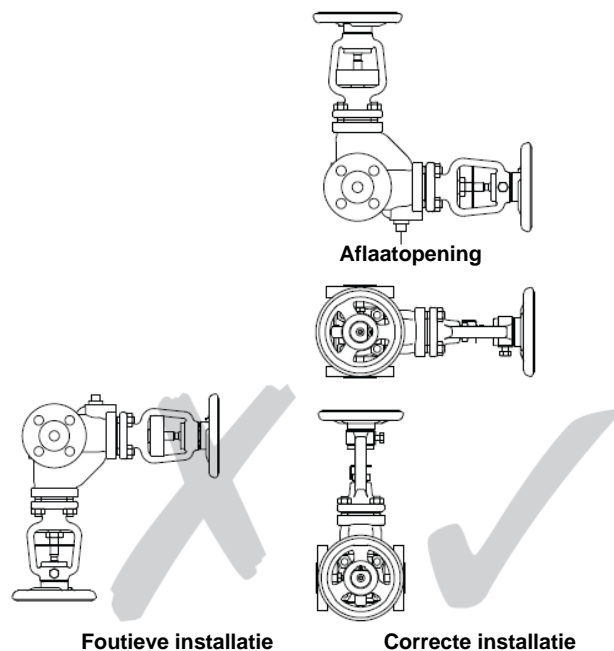

Fig. 2
- 3.3. De afsluiter dient verticaal of horizontaal geïnstalleerd te worden. Indien horizontaal gemonteerd, wordt de aflaataansluiting best naar beneden gemonteerd (zie Fig. 2). De afsluiter op de aflaataansluiting dient zo dicht mogelijk tegen de DBB3-afsluiter gemonteerd te worden, zodat condensaat niet kan opstapelen. De uitlaat van de uitlaatafsluiter moet zo dicht mogelijk tegen de afsluiter naar een veilige, zichtbare plaats op atmosferedruk gebracht worden. Op het huis wordt geen stroomrichting aangeduid, aangezien de stroom van links naar rechts, en van rechts naar links kan lopen.